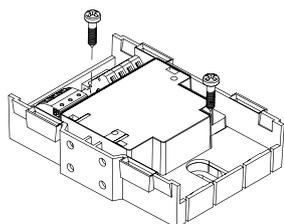

Рис. 3.3.1
- Монтаж непосредственно внутри распределительного щита или блока управления: монтируйте модуль на ровной поверхности (рис. 3.3.1).